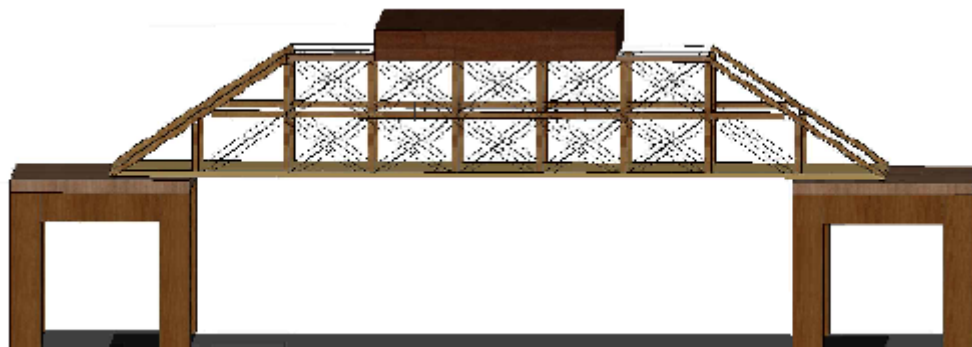

Figura 1 – Esquema de carregamento
- A carga deve ser aplicada na porção central do banzo superior da ponte, como mostra a figura 1.